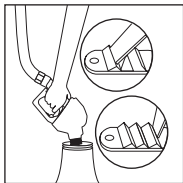

Figure 24
(Ilustración 24)
- Test each nozzle a minimum of five (5) times in each clip position. (See Figure 24)
- Pruebe cada pistola al menos cinco (5) veces en cada posición de la escalerilla. (Vea la ilustración 24)